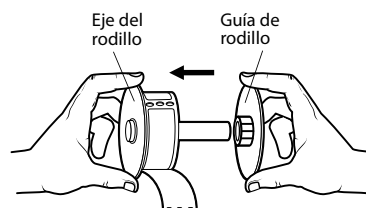

Ilustración 1
- 4 Sujete el eje de rodillo con su mano izquierda y coloque el rollo de etiquetas en el eje de forma que estas se introduzcan por debajo y el extremo izquierdo del rollo de etiquetas esté totalmente pegado al lateral del rodillo. Vea la Ilustración 1.